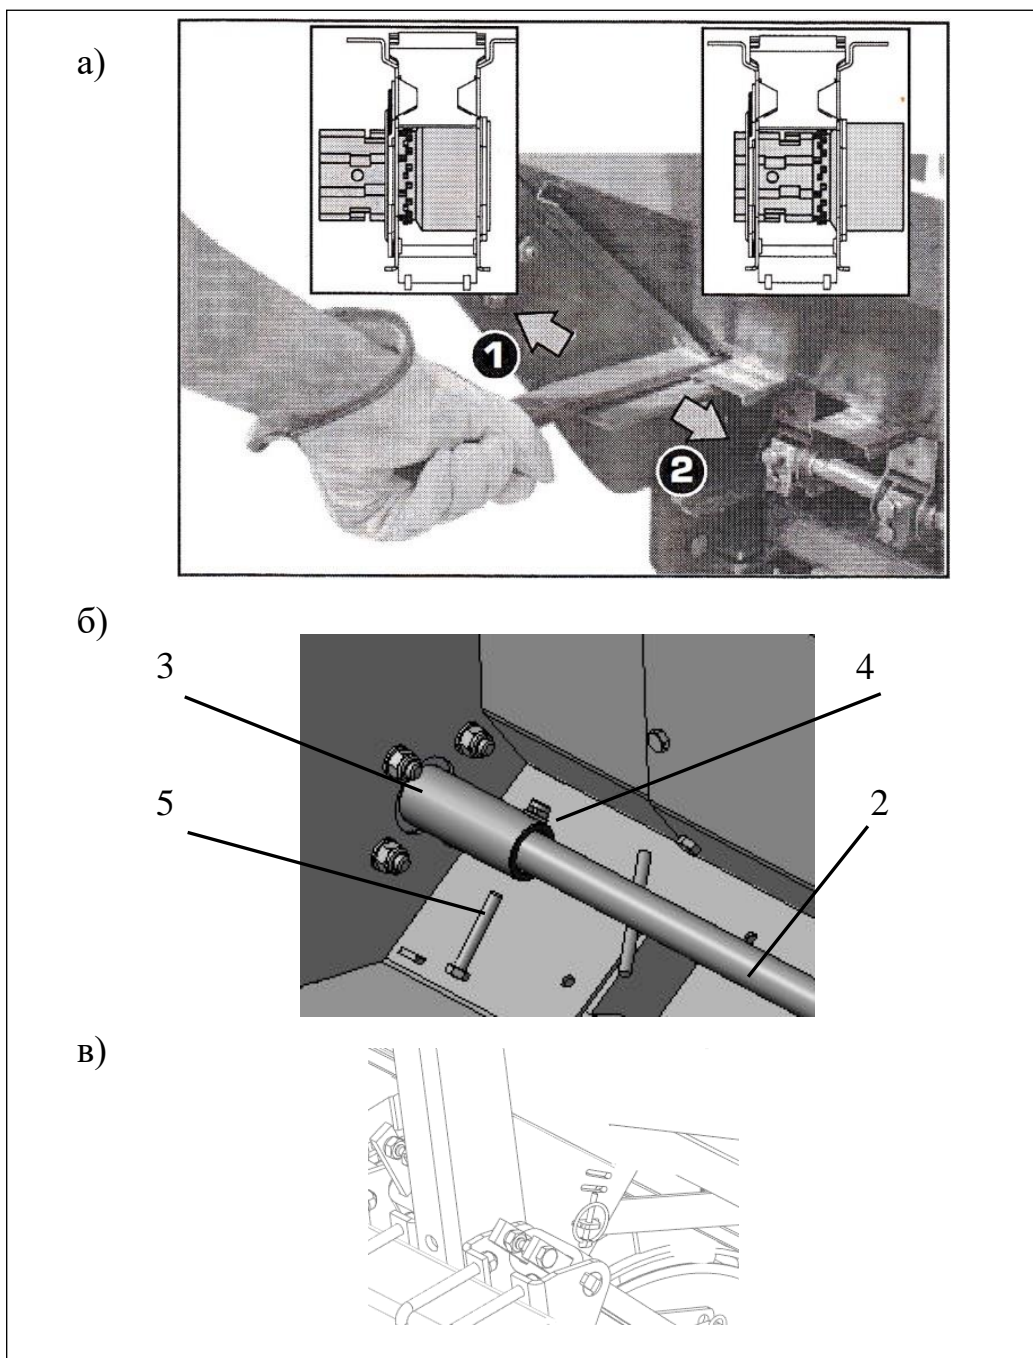

Рисунок 6.
Установите зазор "L" между заслонками и зерновыми катушками, при помощи ручки и зафиксируйте их в одном из трёх положений на секторе (рис.6 «В»).
ВНИМАНИЕ! При посеве крупных семян (горох, соя и др.), необходимо отключить ворошитель (2) от привода (рис.6, «б»). Для этого в бункере раскрутить гайку (4) и извлечь болт (5).